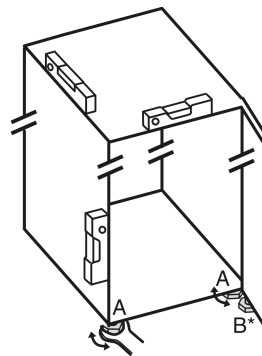

Fig. 4
- ▶ Stelvoetjes Fig. 4 (A) met meegeleverde steeksleutel en met behulp van een waterpas er uit draaien tot het apparaat vast en vlak is uitgelijnd.
- ▶ Stelvoetje Fig. 4 (B) op het lagerblok losdraaien met de bijgeleverde steeksleutel totdat deze op de vloer rust.
- ▶ Stelvoetje Fig. 4 (B) 90° verder draaien.